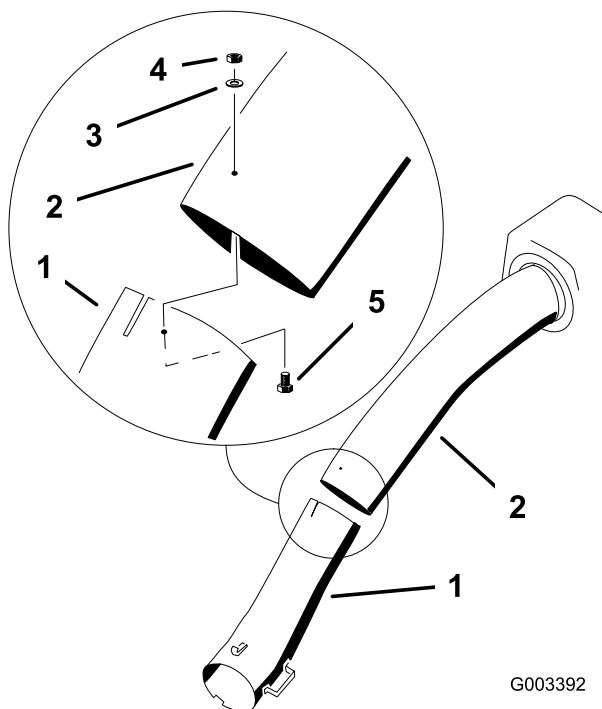

Bild 37
11. Verbinden Sie das obere und untere Rohr mit drei Schrauben (Nr. 10 x $\frac{3}{4}$ "), Flachscheiben und Sicherungsmuttern, wie in Bild 37 abgebildet.